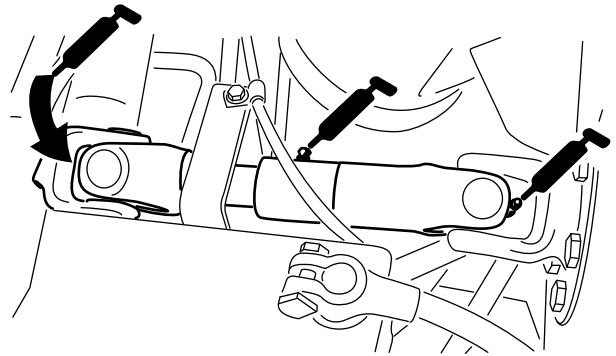

Bild 47
- U-Gelenk der Pumpenantriebswelle (3) (Bild 47)